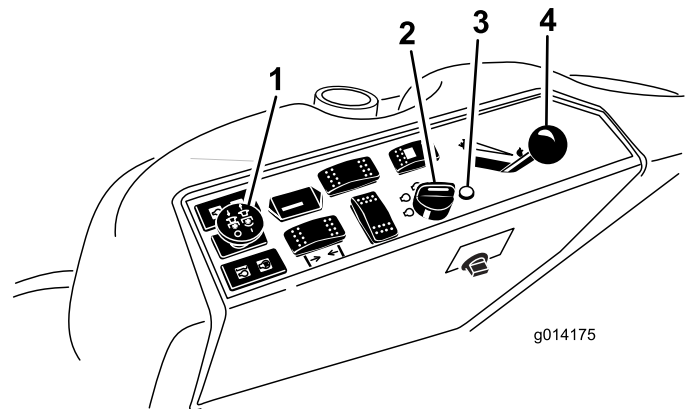

Bild 11
4. Schieben Sie den Zapfwellenantriebsschalter auf „Aus“ (Bild 11).
5. Bewegen Sie den Gasbedienungshebel in die Mittelstellung zwischen Langsam und Schnell (Bild 11).